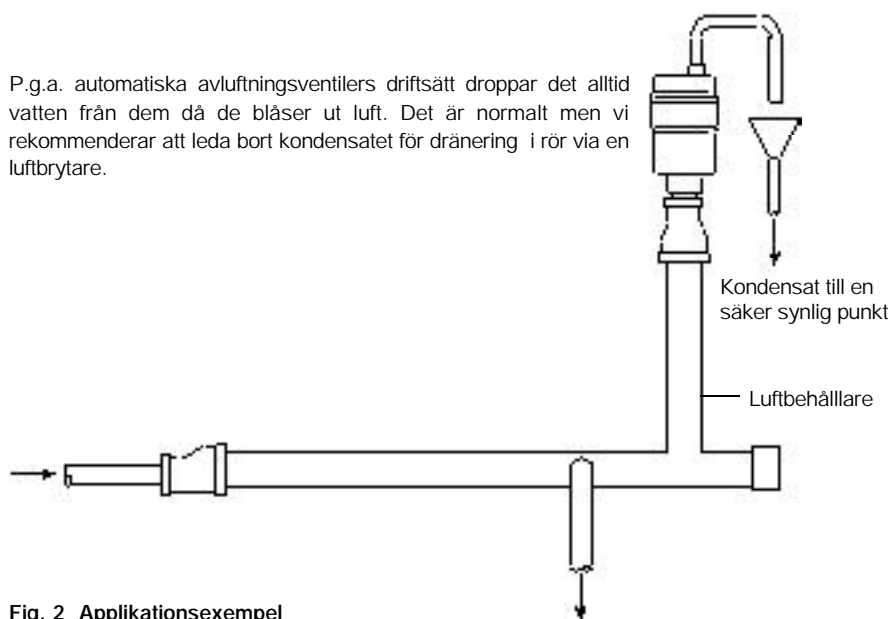

Fig. 2 Applikationsexempel
3.4 Den automatiska avluftningsventilen ska installeras vertikalt med inloppet i botten. Som alla andra automatiska avluftningsventiler kan den börja droppa om ventilen har för mycket smuts i sig. Av den anledningen rekommenderas det att sätta dit ett dropprör som dräneras till ett säkert ställe. För att det ska vara möjligt är utloppet utrustat med en ¼" BSP eller NPT yttergånga. Se Fig. 2 för exempel på en vanlig applikation.